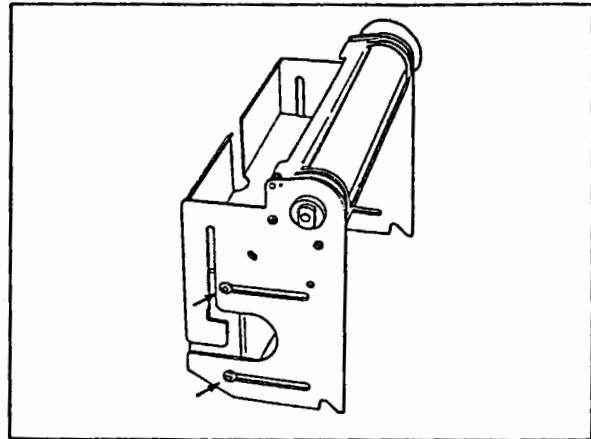
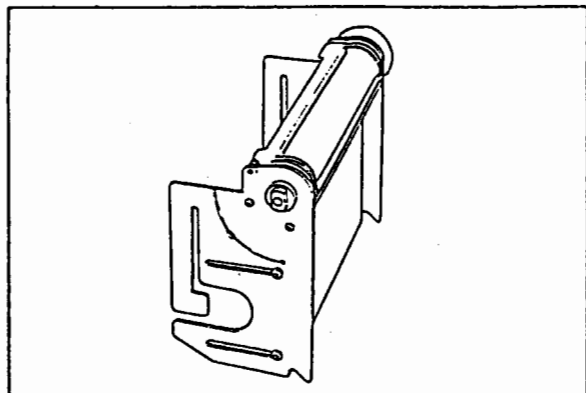

図 3.5
図 3.6
(1) 3.2.1(2)の方法により記録紙ストック部を外に取り出します。
(2) 図3.5に示すようにネジをゆるめ、箱の部分を取付ネジが長穴の前端に完全に当るまで押し込み図3.6のようにして再度ネジを締めて固定します。